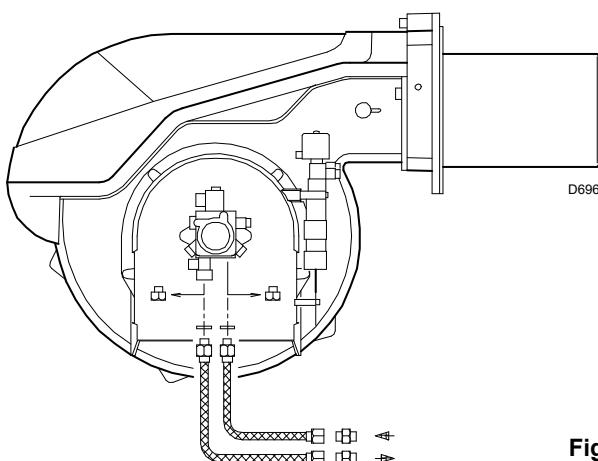

Fig. 17
7.2 Raccordements hydrauliques (Fig. 17)